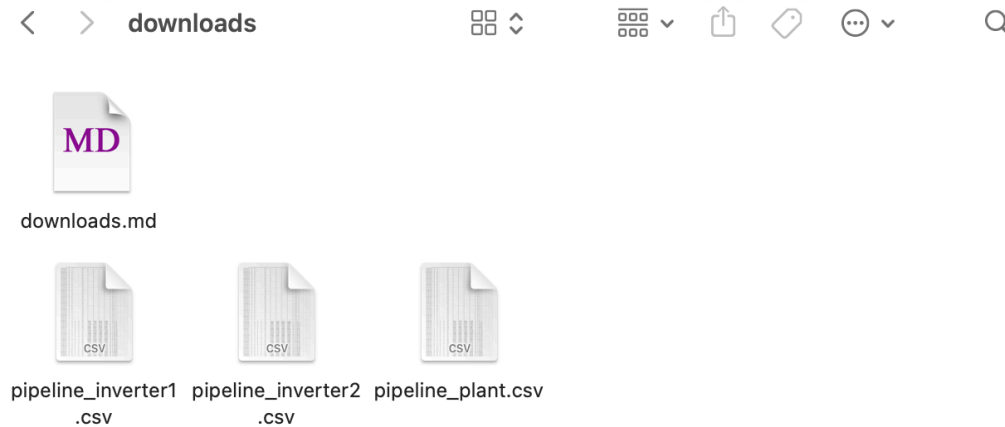

Figura 3.10. Descargas en la carpeta cno_solar/downloads del tab CEN.
- Se generan archivos según la arquitectura de la planta fotovoltaica (i.e., por inversores y para la planta completa) y se alojan en la carpeta *cno_solar/downloads*. Por ejemplo, observe en la Figura 3.10 tres archivos:
- El nombre de los archivos .CSV siguen un orden numérico de descarga según el orden alfabético de carga de los archivos de configuración. Es decir, en archivo denominado *pipeline_inverter1.csv* en la Figura 3.10 corresponde al Inversor 1 (26.1 kWp) y el archivo *pipeline_inverter2.csv* corresponde al Inversor 2, dado que alfabéticamente el orden de carga es: *system_config_Ejemplo3_Inv1.json*, seguido de *system_config_Ejemplo3_Inv2.json*.